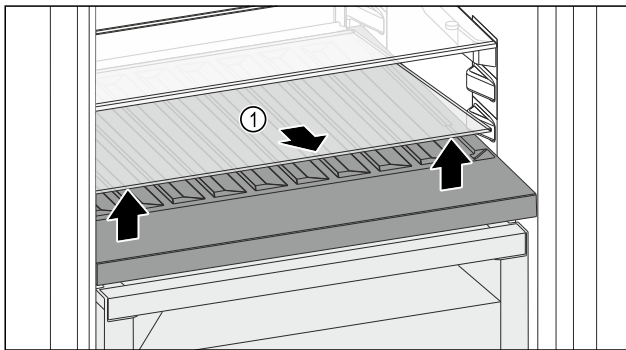

Fig. 114
- ▶ Скористайтесь пазом спереду, щоб підняти скляну полицю Fig. 114 (1) і вийняти її.
- ▶ Безпечно зберігайте скляну полицю Fig. 114 (1) за межами пристрою.